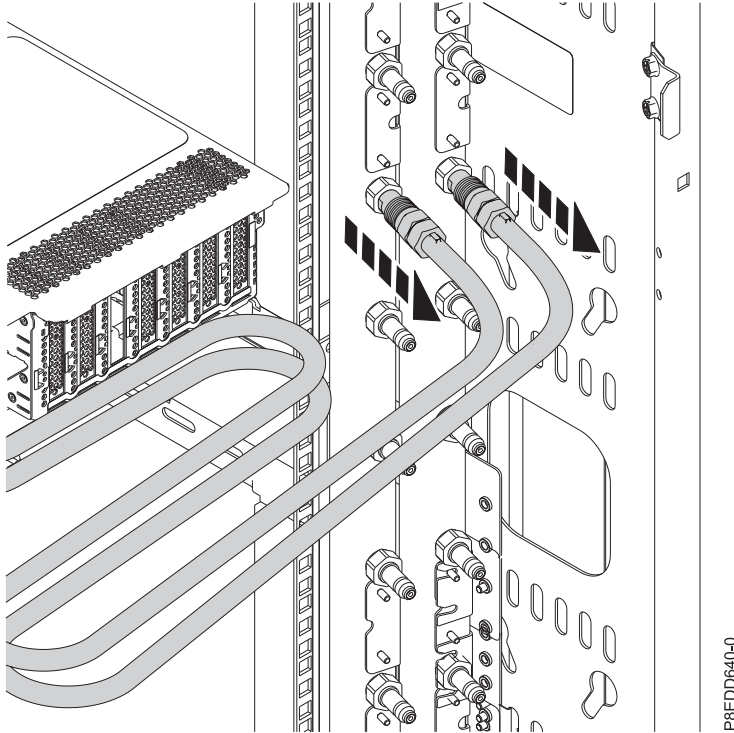

Figura 222. Desconexión de las mangueras de agua
2. Para un sistema con refrigeración por agua, etiquete y desconecte las mangueras de agua del colector. Tire del enganche hacia usted para desconectar las mangueras de agua, tal como se muestra en la Figura 222 en la página 211.